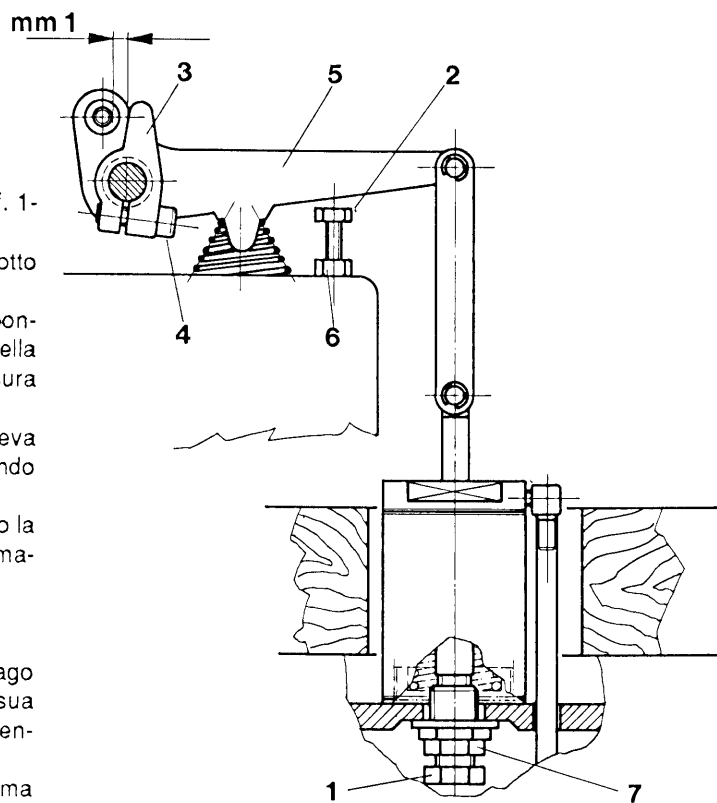

FIG. 1
- svitare a fondo la vite rif. 1- fig.1
- avvitare la vite rif. 2- fig.1
- con piedino in posizione bassa sul piano placca ago posizionare la testa della leva rif.3 a circa 1 mm. dalla sua battuta sul perno rif.5 - fig.1 e fissarla in posizione stringendo a fondo la vite rif. 4 - fig.1
- svitare la vite rif. 2 - fig.1 fino a che la sua testa entri in contatto sulla leva rif.5 - fig.1 dando un ulteriore giro. Fissarla in posizione stringendo a fondo il dado rif.6 - fig.1.
- azionando l'alzata del piedino e mantenendolo alzato avvitare il bullone rif.1-fig.1 sul fondo del cilindro fino a che la sua testa entri in contatto con il corpo cilindro interno
- a contatto avvenuto dare un ulteriore giro di vite rif.1-fig.1 e fissarla in posizione con il dado rif.7- fig.1